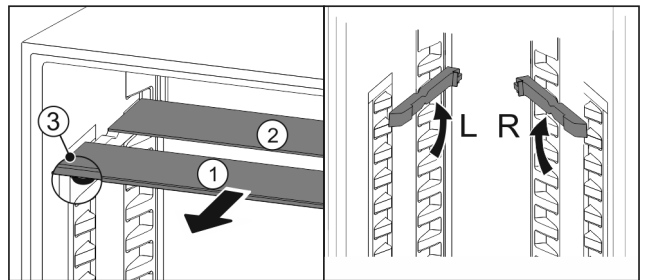

Fig. 69
- estrarre i ripiani di vetro singolarmente tirando in avanti Fig. 69 (1).
- ▷ Il piano in vetro Fig. 69 (1) con il motivo ornamentale è nella parte anteriore.
- ▷ I fermi Fig. 69 (3) sono rivolti verso il basso.